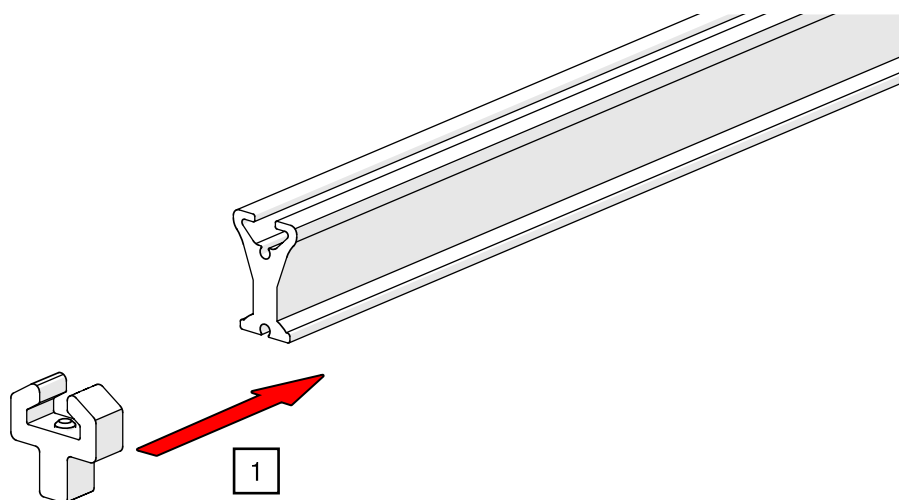

Abb. 49: Endanschlag variabel – Am Schienenende montieren
1. Stecken Sie den Endanschlag variabel auf das Schienenende entsprechend Ihrer gewünschten Position (siehe Abb. 49).